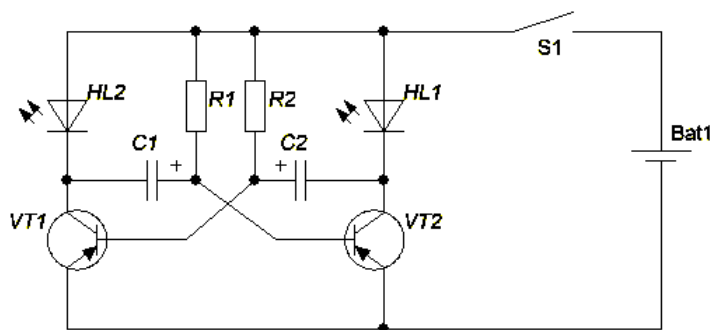

Рис.6
Простая надёжно работающая схема пригодная для начала освоения основ радиоэлектроники, знакомства с радиоэлементами и работой радиосхем. Представляет собой мультивибратор на двух транзисторах. Схема представлена на Рис.6
3. Устанавливаем и припаиваем радиоэлементы согласно Рис.7 и схеме Рис.6.Особое внимание уделяем цоколёвке радиоэлементов.